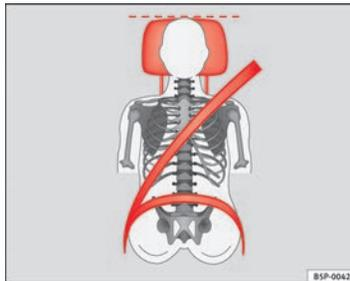
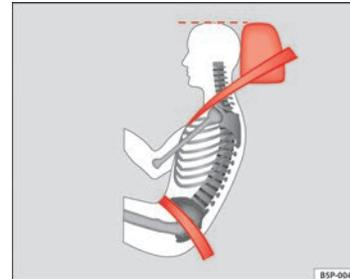

Fig. 91 Vista de frente: apoyacabezas y cinturón ajustados correctamente
Fig. 92 Vista de lado: apoyacabezas y cinturón ajustados correctamente
- Ajuste el apoyacabezas de modo que el borde superior del mismo quede a la misma altura que la parte superior de la cabeza, como mínimo a la altura de los ojos ⇒ fig. 91 y ⇒ fig. 92.